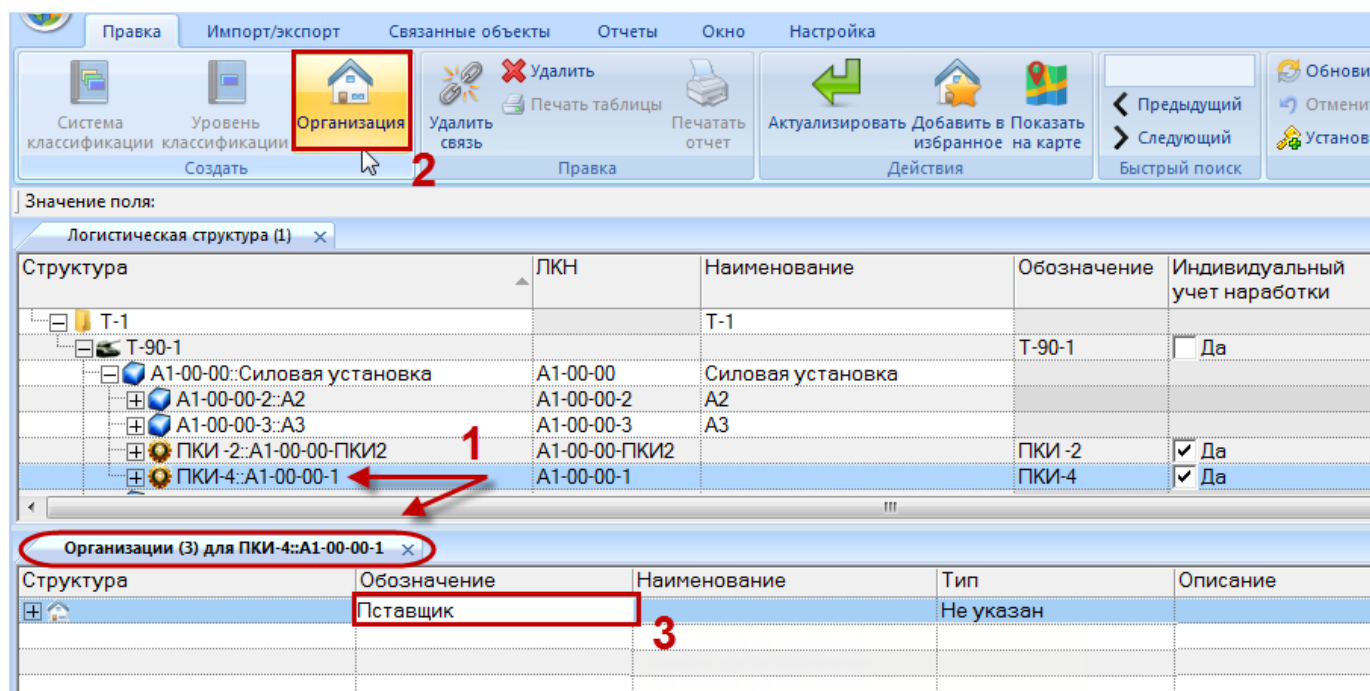

Рис. 9-53 – Создание новой организации, связанной с компонентом
2) Выбрать компонент (1 на рис. 9-53).
4) На панели «Создать» функциональной вкладки «Правка» нажать кнопку «Организация» (2 на рис. 9-53).
5) Ввести обозначение для новой организации в поле, открывшемся на редактирование (3 на рис. 9-53).